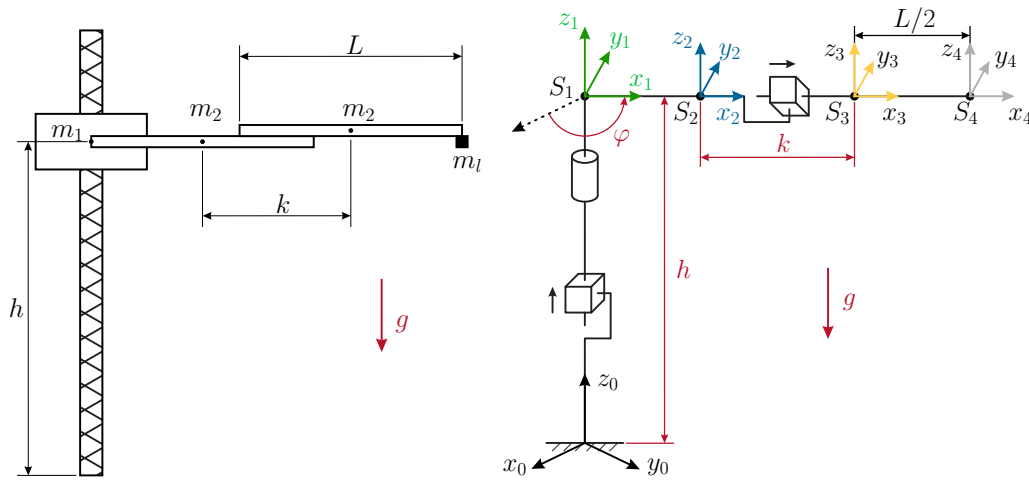

Abbildung 8: Darstellung des Starrkörpersystems.
2. Gegeben ist der Kran mit zwei translatorischen und einem rotatorischen Gelenk nach Abbildung 8. In der (variablen) Höhe h in z_0 -Richtung befindet sich die Kabine mit Schwerpunkt S_1 und Masse m_1 , an der ein Arm der Länge L mit Schwerpunkt S_2 bei $\frac{L}{2}$ und Masse m_2 befestigt ist. Ein identischer Arm mit Schwerpunkt S_3 ist in x -Richtung verschiebbar damit verbunden und trägt an seinem Ende S_4 die Last mit Masse m_l . Die Kabine, beide Arme sowie die Last sind auf einer Höhe anzusehen. Die Trägheitsmatrix der Kabine $\mathbf{I}_1 = \text{diag}([I_{1,xx} \ I_{1,yy} \ I_{1,zz}])$ und jene der beiden Arme $\mathbf{I}_2 = \mathbf{I}_3 = \text{diag}([0 \ m_2 \frac{L^2}{12} \ m_2 \frac{L^2}{12}])$ ist bekannt und das Trägheitsmoment der Last ist vernachlässigbar.